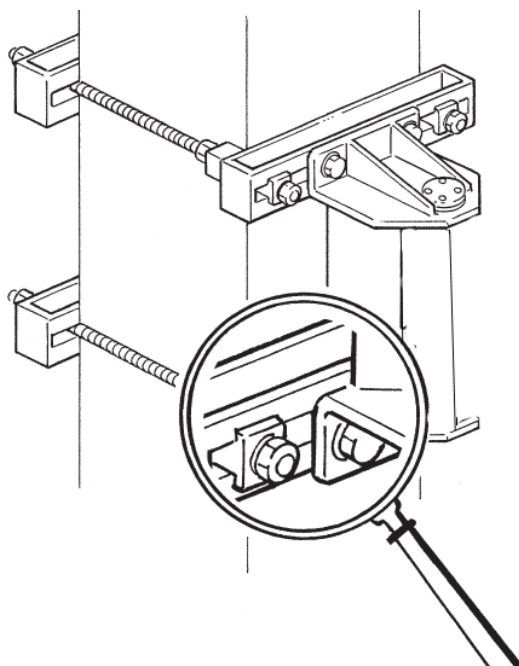

fig.54
**Verifica annuale dell'efficienza degli elementi strutturali, delle saldature, dei perni e delle giunzioni bullonate ( fig.54 ):**